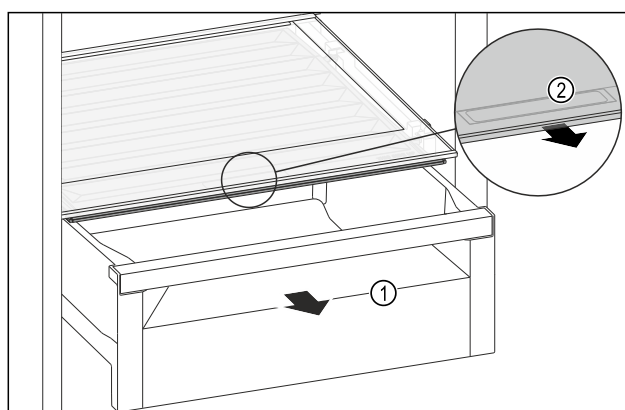

Fig. 137
- Zásuvku Fig. 137 (1) vytáhněte.
- Uchopte prohlubeň pro rukojeť Fig. 137 (2) na víko zásuvky a současně zatáhněte za víko zásuvky směrem dopředu.